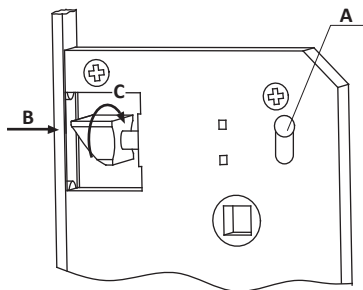

Рис. 2
1. Перед установкой замка убедитесь, что скос защелки направлен в сторону закрывания двери. Чтобы переставить защелку (Рис. 2), приподнимите фиксирующий флажок (А) и освободите защелку. Поверните ее в необходимую сторону и верните в исходную позицию. Фиксация произойдет автоматически.